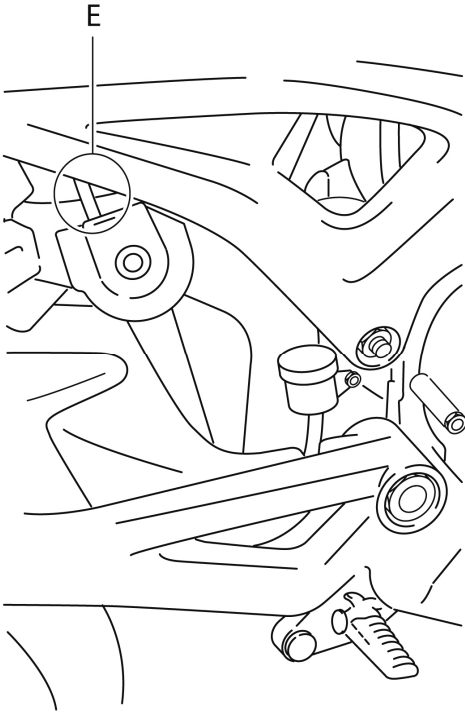
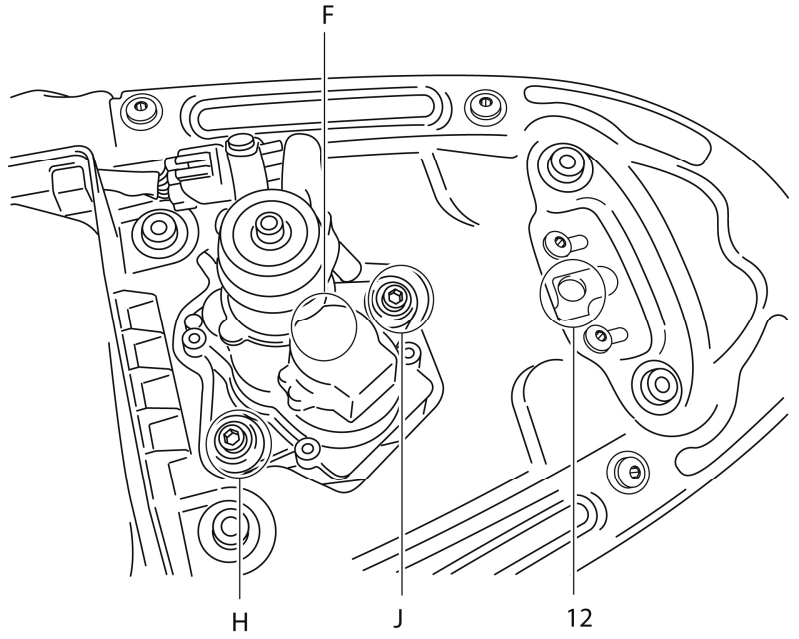

FIGURA 1 / FIGURE 1
FIGURA 2 / FIGURE 2
- 1- Desmontar el motor de regulación de la válvula de escape (F). Para ello en primer lugar debe sacarse el cable E de la válvula de escape (ver figura 1). A continuación sacar los tornillos (H/J) que fijan el motor de regulación y extraer el conjunto (figura 2).